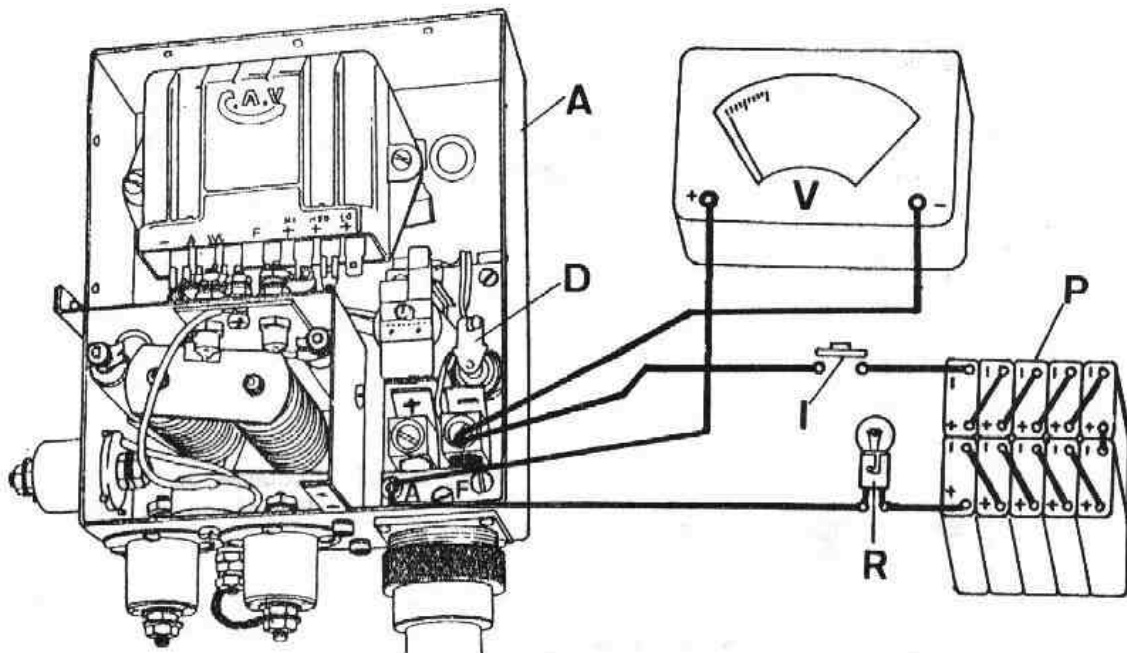

Fig. N2-44 Comprobación del diodo de protección
- b) Conectar el terminal positivo de un voltímetro, V (Fig. N2-44) al terminal "A" y el terminal negativo al terminal (-) de la caja del regulador, A.
- c) Intercalar una lámpara, R (Fig. N2-44) de 100 W y 220 V., C.A., a modo de resistencia entre el cable de conexión del terminal (+) de la batería, P, y el terminal (A) de la caja del regulador.
- d) Conectar el terminal (-) de la batería, P (Fig. N2-44) al terminal (-) de la caja del regulador, intercalando un interruptor, I, en el cable de unión.
- e) Ajustar el medidor del voltímetro en la escala 0-100 V., de corriente continua, y pulsando el interruptor, I (Fig. N2-44) y observar la lectura en la escala. Esta lectura debe estar entre 35 y 45 V. Una lectura de voltaje mucho más baja, indicará que el diodo zener, D, está en cortocircuito y una lectura superior a la indicada, señalará que el diodo está en circuito abierto.
- 3.4. Conectar el cable unido al terminal "X" del conector, C (Fig. N2-44) al terminal positivo del voltímetro, V.